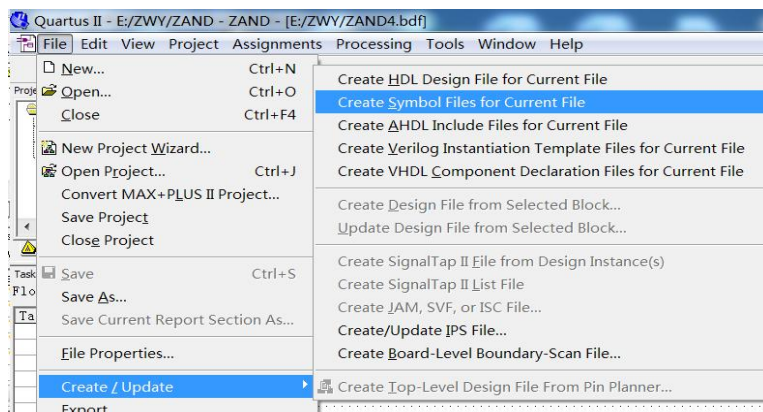

图 1-3-7
(1) 在原理图编辑界面下，单击“File”菜单，选择“Create/Update”，做如图 1-3-7 所示的选择：